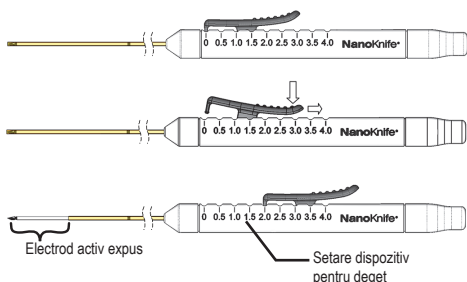

Figura 6: Ajustarea expunerii electrozondului
- Verificați lungimea electrozondului expus indicată de dispozitivul pentru deget de pe mâner (consultați Figura 6).